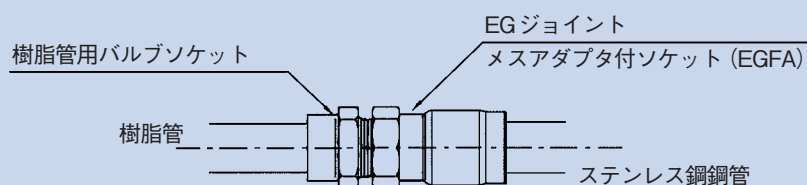

図3-5-6 樹脂管との接合
(4) 樹脂管との接合方法
- 図3-5-6のように接合します。